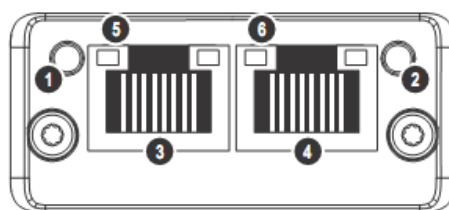

Figura 2.11: Descripción de los LEDs de indicación del módulo PROFINET
PROFINET IO define dos LEDs para indicación de estados, uno para el módulo de comunicación (MS) y otro para la red (NS). La figura 2.11 describe los LEDs de indicación.